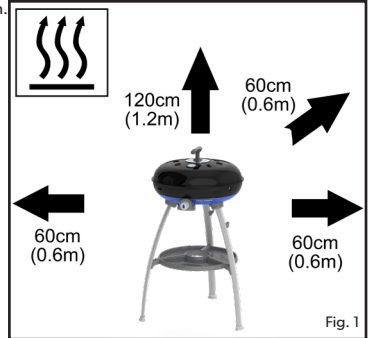

Fig. 1
- Zorg ervoor dat het toestel gebruikt wordt op afstand van brandbare materialen. Minimale veilige afstanden boven het toestel - 1,2m, aan de achterkant en zijkanalen - 0.6m. (fig.1)